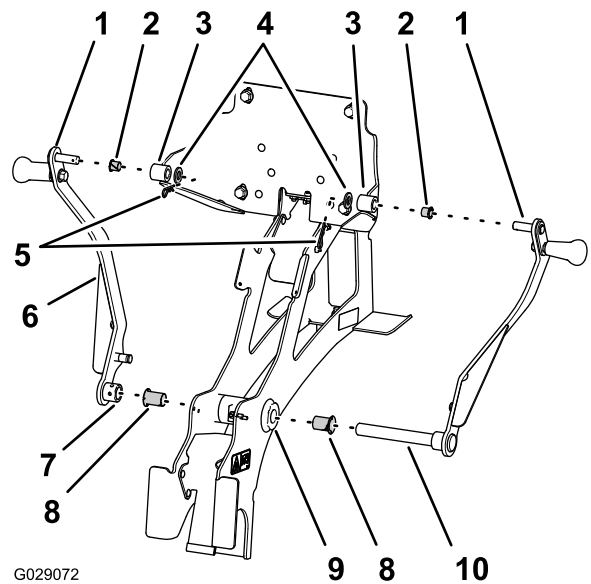

Figura 6
1. Inserire una boccola flangiata (diametro interno 3/4 poll.) in ciascuna estremità del tubo orientabile nel telaio di supporto principale (Figura 6).
2. Inserire una boccola flangiata (diametro interno 1/2 poll.) nei mozzi sinistro e destro della piastra posteriore (Figura 6).
3. Montate il perno di articolazione inferiore del braccio della base destro attraverso la boccola flangiata sul lato destro del tubo orientabile e l'articolazione (Figura 6).
4. Montate il perno di articolazione superiore del braccio della base destro attraverso il mozzo destro della piastra posteriore (Figura 6).
5. Fissate il perno di articolazione superiore alla piastra posteriore con una rondella (1/2 poll.) e una coppiglia (Figura 6).
6. Montate il mozzo del braccio della base sinistro sopra l'estremità del perno di articolazione inferiore del braccio della base destro che sporge a sinistra della boccola flangiata sinistra nel tubo orientabile (Figura 6).
7. Montate il perno di articolazione superiore del braccio della base sinistro attraverso il mozzo sinistro della piastra posteriore (Figura 6).
8. Fissate il perno di articolazione superiore del braccio della base sinistro alla piastra posteriore con una rondella (1/2 poll.) e una coppiglia (Figura 6).